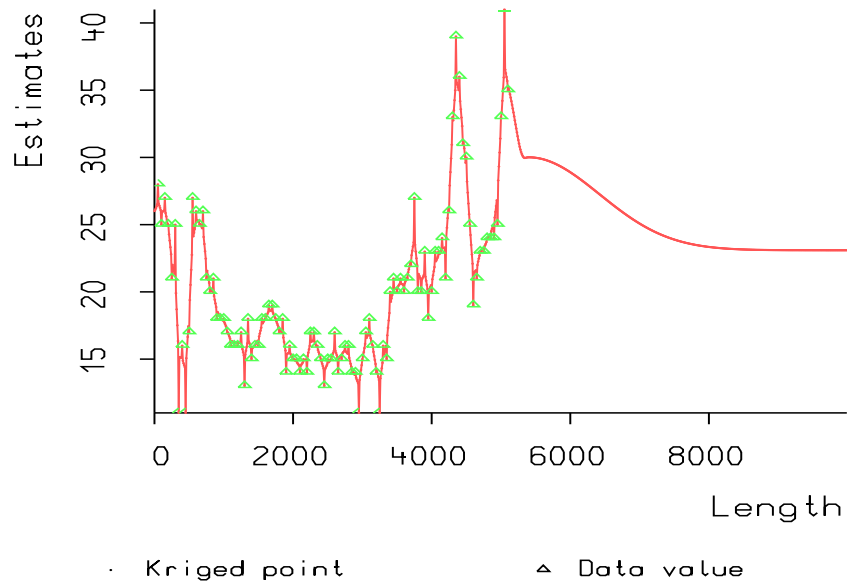

Abbildung 3: Gekrigte Werte von Cu auf engem Gitter (Nuggeteffekt = 0)
45. Rechnen Sie interpolierte (gekrigte) Werte mit dem angepassten theoretischen Variogrammmodell, allerdings den Nuggeteffekt künstlich gleich null gesetzt, sodass etwa folgende Grafik entsteht. (Abbildung 3): Man diskutiere die Unterschiede zu Beispiel 44.